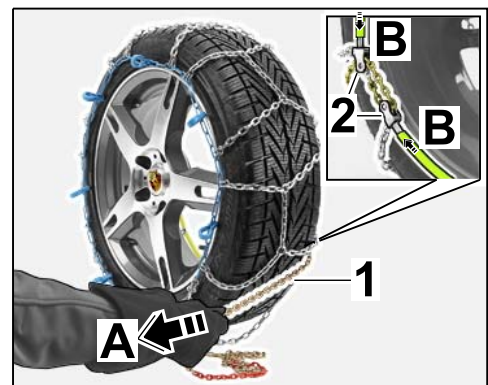

Bild 8
2.2.3 Spannkette im Bereich der Lauffläche des Rades anfassen und kräftig ziehen (⇒ *Bild 8-A-*).
Federstahlbügel auf der Rad-Innenseite schließt sich (⇒ *Bild 8-B-*).